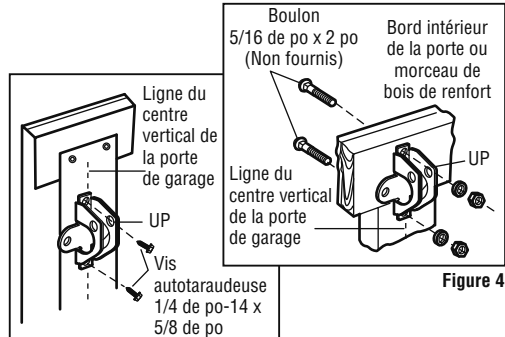

Figure 4
- Percer des trous de fixation de 3/16 po. Fixer le support de porte à l'aide des vis autotaraudeuses (Figure 4).
- Utiliser les trous supérieurs et inférieurs ou latéraux de support de porte. Percer des trous de 5/16 po à travers la porte et fixer le support à l'aide de boulons à tête bombée et à collet carré de 5/16 po x 2, des rondelles-freins et des écrous (non fournis) (Figure 4).